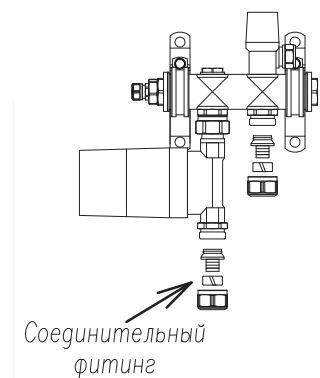

Рисунок 10. Снятие соединительного фитинга.
1. Открутите соединительные фитинги (рисунок 10).